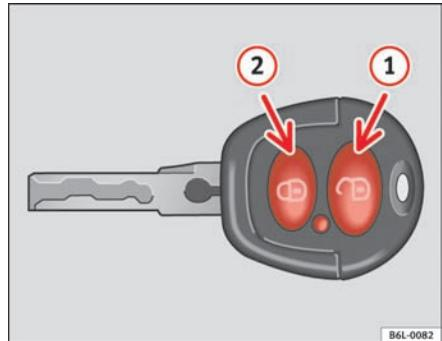
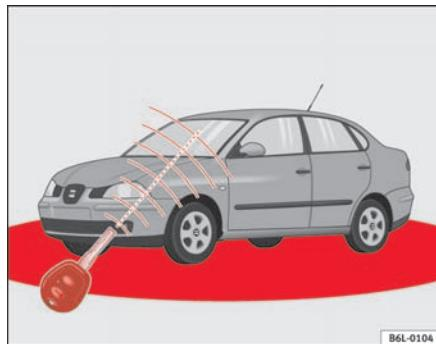

Fig. 47 Teclas de la llave con mando a distancia
Fig. 48 Radio de acción del mando a distancia por radiofrecuencia
La zona de efectividad (zonas rojas) \Rightarrow fig. 48 del mando a distancia se muestra en la figura. El alcance máximo depende de diversas circunstancias.
Para **abrir**, dirija la llave dentro de la zona de efectividad, hacia el vehículo y pulse brevemente la tecla de apertura $\textcircled{2}$ \Rightarrow fig. 47 ①. Los intermitentes
parpadean dos veces. Para **cerrar** el vehículo, pulse brevemente la tecla de cierre  fig. 47 ②. Los intermitentes parpadean una vez.
Pulse **dos veces** la tecla de cierre  página 83, fig. 47 ② se desactiva el sistema de seguridad del cierre (doble cierre) y la alarma volumétrica*, permaneciendo activada la alarma perimétrica*, el testigo sigue encendido.
Pulsando una vez la tecla  página 83, fig. 47 ①, se abrirá sólo la puerta del conductor, permaneciendo el resto cerradas.
Pulsando dos veces la tecla  página 83, fig. 47 ①, se desbloquearán todas las puertas.
- El mando a distancia por radiofrecuencia funciona únicamente dentro de su radio de acción página 83, fig. 48 (zona roja).
- Si se desbloquea el vehículo con la tecla  ① y no se abre ninguna puerta ni el portón trasero antes de que transcurran 30 segundos, volverá a bloquearse automáticamente. Esta función impide que el vehículo permanezca desbloqueado involuntariamente durante un período de tiempo prolongado.
- Utilice las dos llaves que se entregan con el vehículo, la llave provista de emisor de radiofrecuencia y la llave convencional ⇒ página 83, fig. 47 ⇒ página 83, fig. 48.